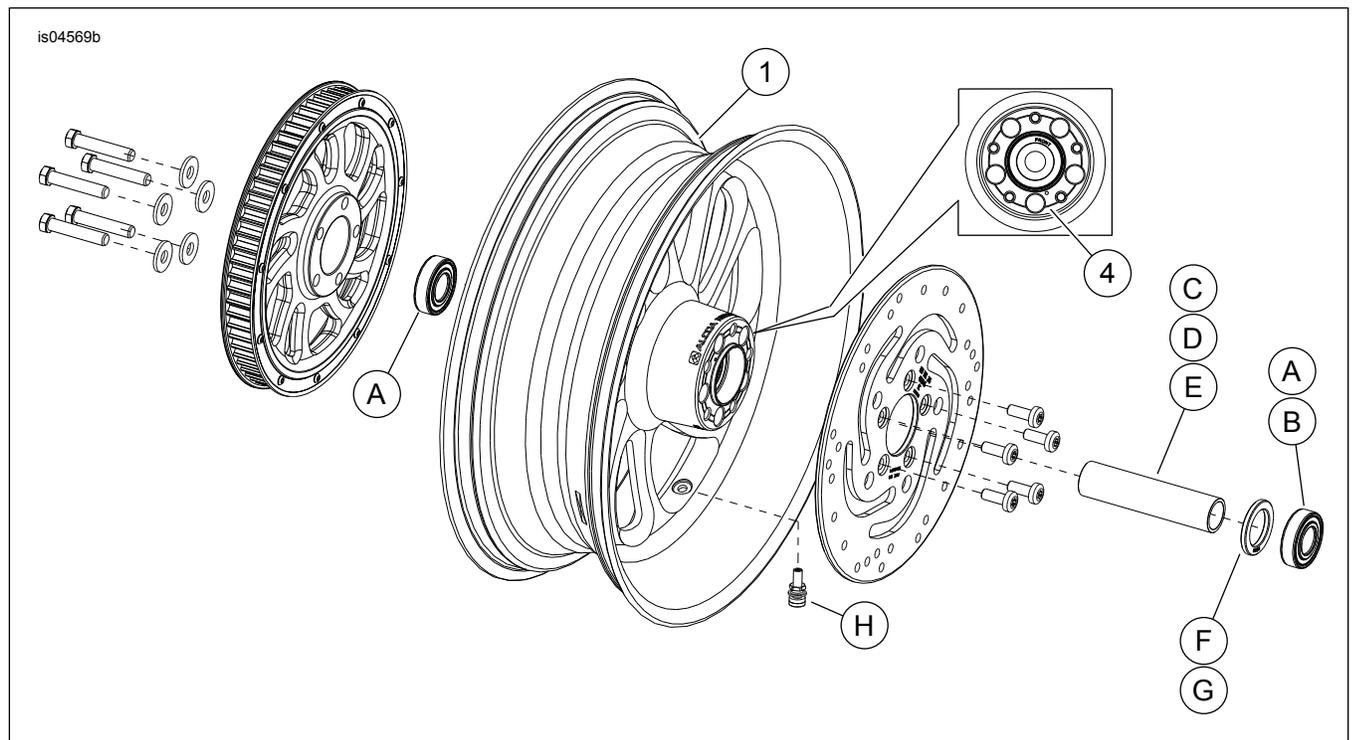

Figura 1. Piezas de servicio: Ruedas traseras Blade (se muestra la rueda de 17 pulg.)
Vea Figura 1 y Tabla 2.
2. Vea Figura 1. Instale el conjunto del vástago de la válvula (H) en la rueda. Consulte el Manual de servicio.